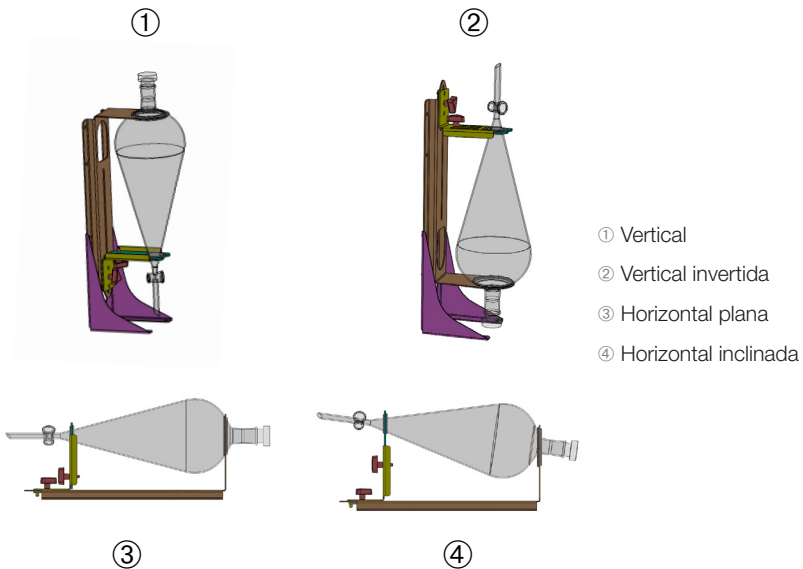

Figura 95: Posiciones de montaje de la abrazadera para embudo de separación
En la Figura 95 se muestra el conjunto de abrazadera para embudo de separación junto ④ con el ⑤ soporte vertical.
2. Alinee de la siguiente manera con los cuatro orificios para montar la abrazadera para embudo (② en la Figura 95) del soporte vertical:
- a. Utilice los orificios de montaje vertical normal (③ en la Figura 95) para instalar el embudo con el grifo abajo.
- b. Utilice los orificios de montaje vertical invertido (④ en la Figura 95) para instalar el embudo con el grifo arriba.
- c. Fije la abrazadera para embudo de separación al soporte vertical con los tornillos suministrados (⑤ en la Figura 95).
3. Fije el conjunto de abrazadera para embudo de separación a la plataforma con los tornillos suministrados con la abrazadera (⑥ en la Figura 95 y Figura 96).